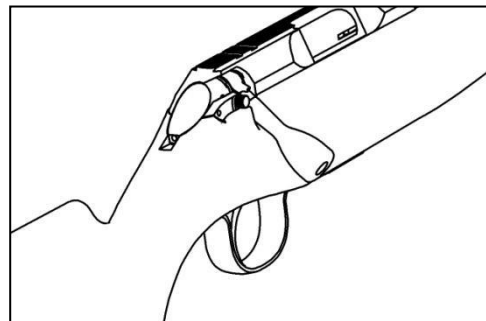

рис.2
- Отоприте и откройте затвор, повернув его вверх, против часовой стрелки и выдвинув его до упора назад (рис.2)